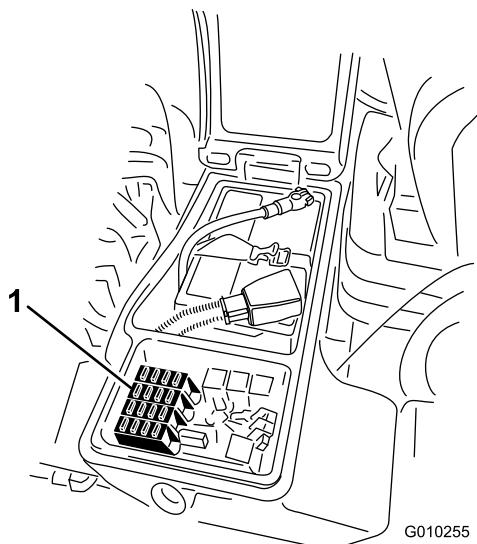

Figura 51
1. Afloje el enganche de la cubierta de la caja de almacenamiento derecha y eleve la cubierta (Figura 50) para exponer el bloque de fusibles (Figura 51).
2. Sustituya el fusible o los fusibles abiertos tal y como sea necesario (Figura 51).